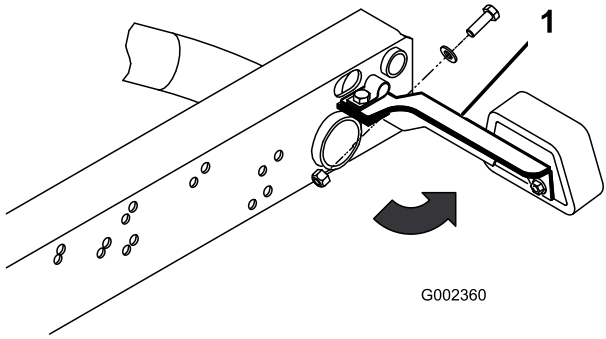

Figura 3
1. Afloje las contratuercas y los pernos que fijan los soportes de las luces traseras a los soportes izquierdo y derecho del bastidor (Figura 3).
3. Fije la parte trasera de cada soporte de las luces traseras a la parte trasera de los soportes del bastidor con un tornillo de caperuza de 5/16 x 1 pulgada, una arandela plana de 0,344 pulgada D. I. y una contratuerca, según se muestra en Figura 3.